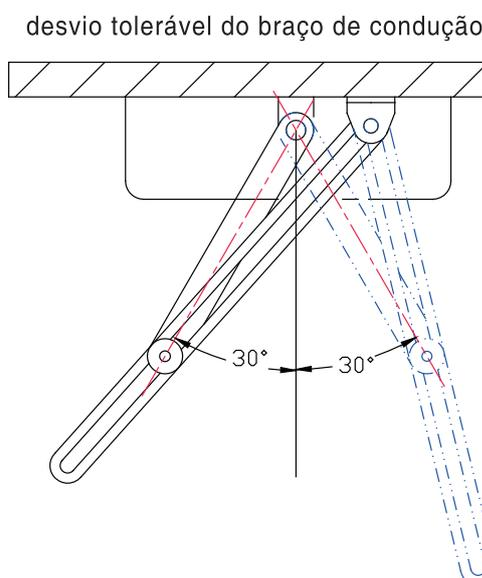

Figura 7
- Quando a porta é fixada na maior profundidade do batente (ver Figura 9, Figura 10, Figura 11), deve-se notar que o ângulo entre o batente da porta e o braço de acionamento deve ser superior a  $60^\circ$  (consulte a Figura 7) para o modelo de barra de empurrar e inferior a  $20^\circ$  para o modelo de barra de puxar (consulte a Figura 8)